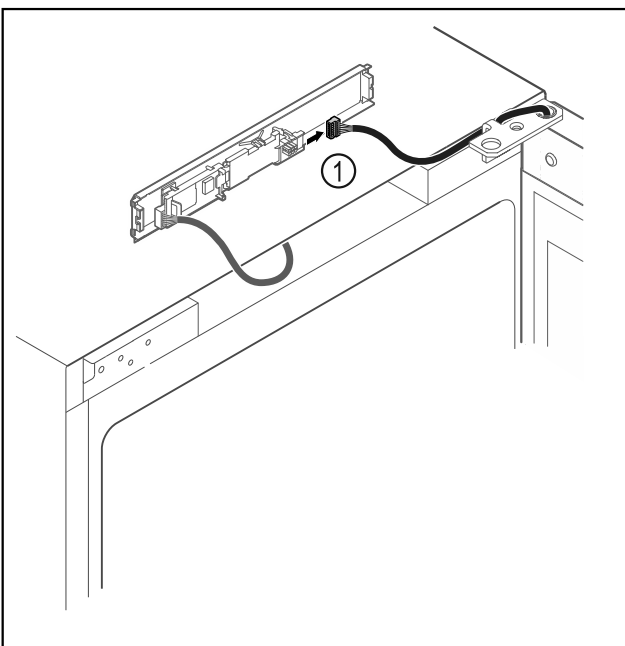

Fig. 12
- ▶ Stekker Fig. 12 (1) van printplaat loskoppelen.